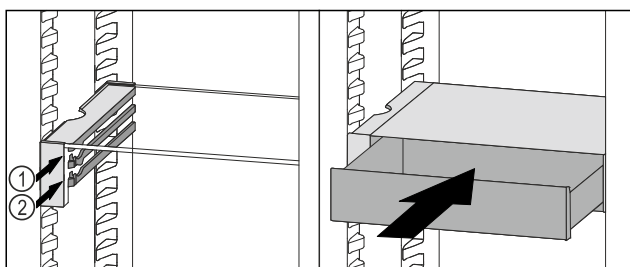

Fig. 130
- ▶ Założyć szufladę VarioSafe za stoperami na wybranych zębrach Fig. 130 (1) lub Fig. 130 (2).